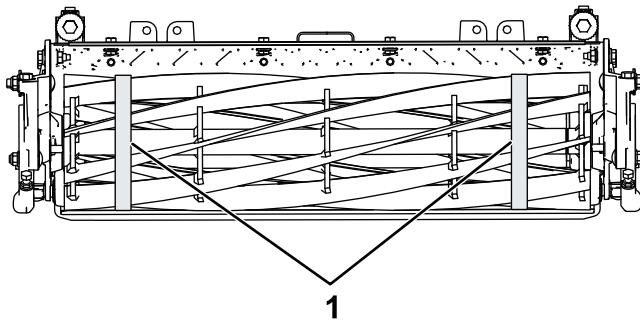

Bild 35
3. Messen Sie mit einem Durchmesser-Messband den Außendurchmesser der Spindel an beiden Enden (Bild 35); der Unterschied im Außendurchmesser zwischen den Enden sollte weniger als 0,25 mm betragen. Wenn die Differenz größer ist, schleifen Sie die Spindel, um die Differenz zu korrigieren.